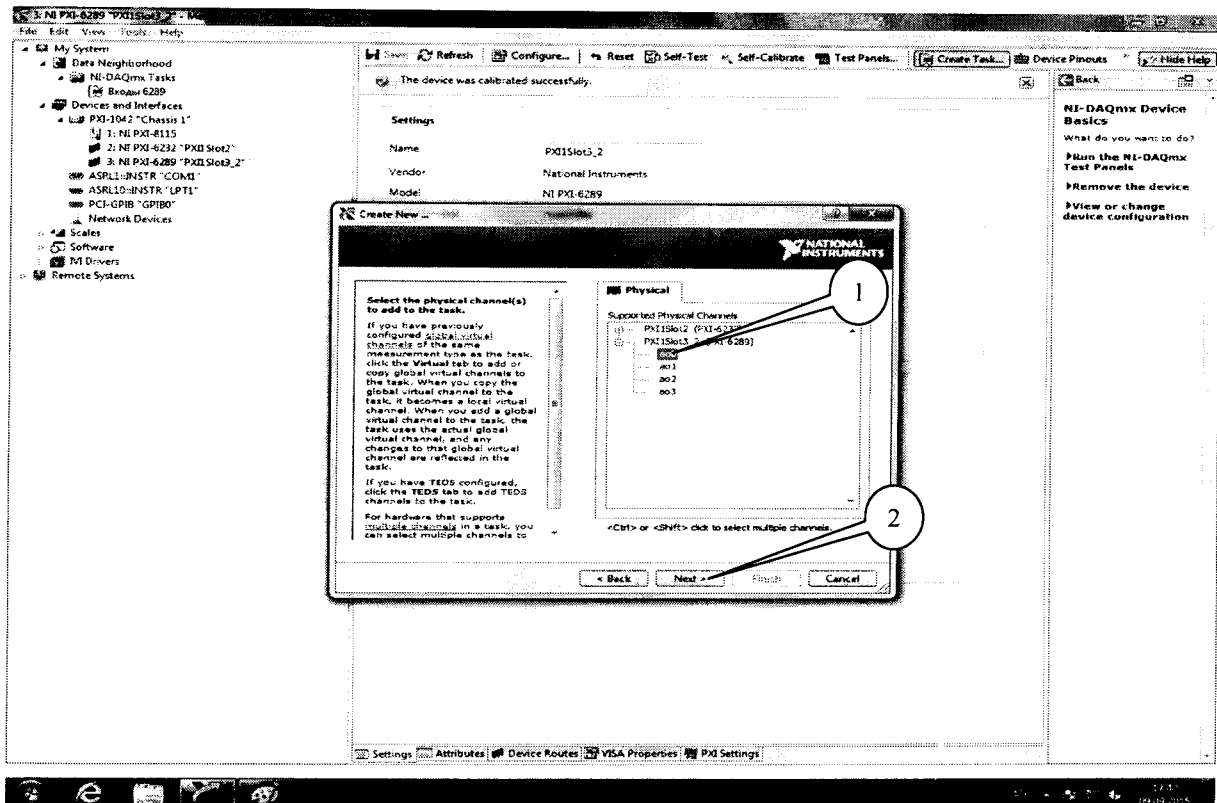

Рисунок 11.
7.4.2 В появившемся окне (рисунок 11) в перечне каналов выбрать канал «ai0» (1) и нажать кнопку «Next» (2).